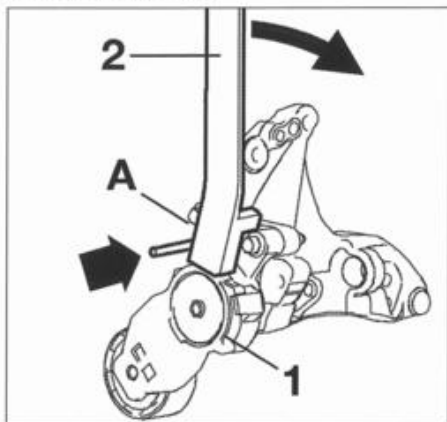

FIG. 14
- Actuar en el rodillo tensor (1) con el útil 303-676 y 21-235 (2) (fig. 14) o con una llave hexagonal hasta la colocación de un pasador de diámetro 5 mm en el taladro de calado (A).